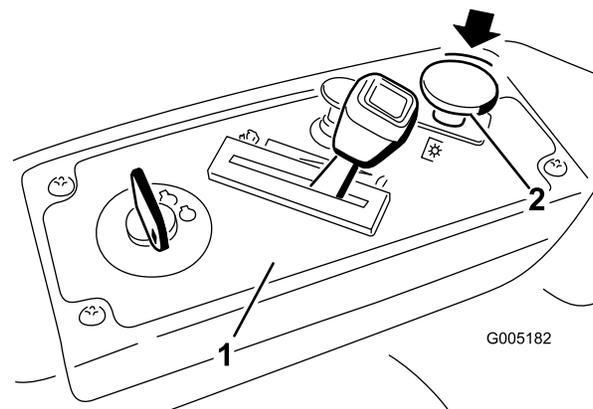

Figura 15
Spingete verso il basso il comando delle lame per posizionarlo su Off e disinnestare le lame (Figura 15).
- Disinserite le lame spostando il comando delle lame in posizione Off (Figura 15).
- Posizionate la leva dell'acceleratore tra alta e mezza velocità (Figura 15).